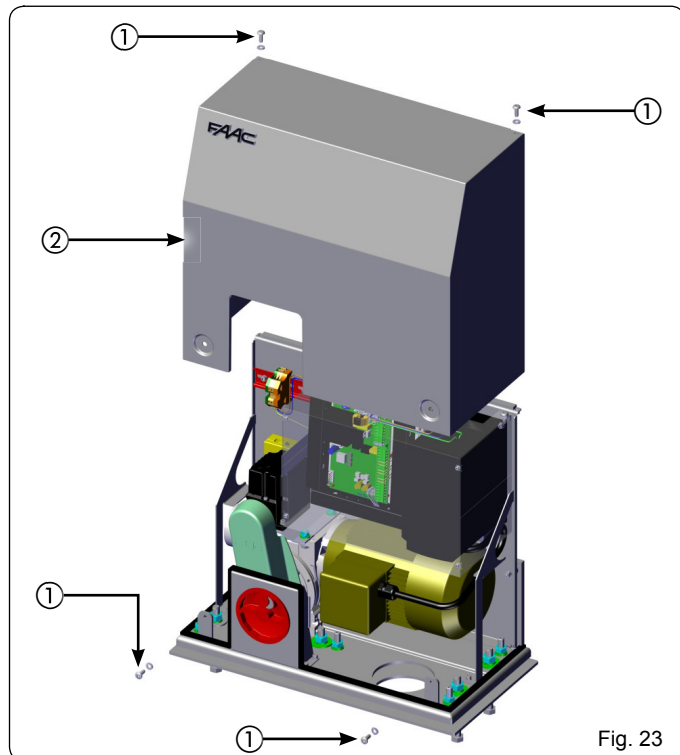

Fig. 23
Montare il carter di copertura (Fig. 23 rif. ②) e fissarlo con le quattro apposite viti (Fig. 23 rif. ①).